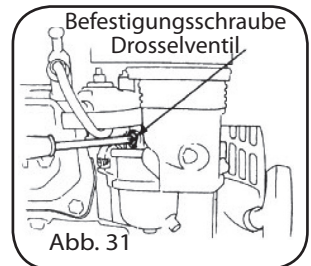

Abb. 31
- Den Motor anlassen und bis zum normalen Betriebstemperatur aufwärmen (Abb. 31).